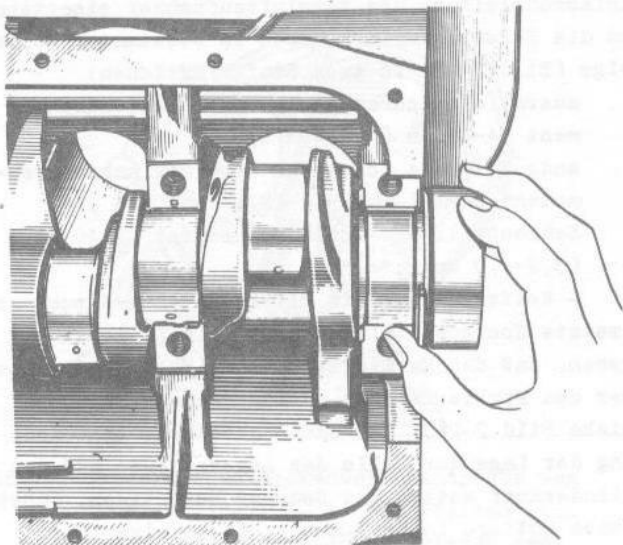

Bild 2-18. Einsatz der Anschlaghalbringe an hinterer Lagerung des Motors VAZ-2106-70
- Kurbelwelle in Hauptlager legen und zwei Anschlaghalbringe (Bild 2-18), die in bezug auf Dicke ausgesucht sind, in Sitzstellen der hinteren